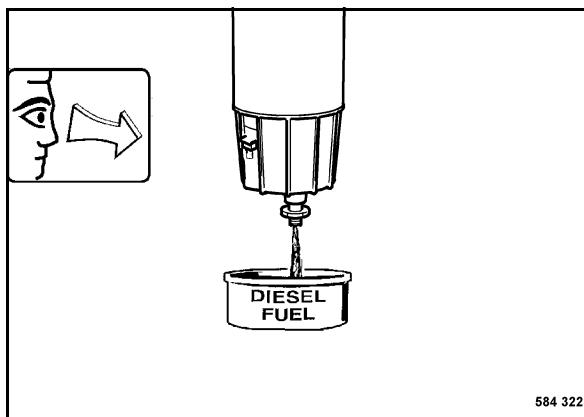

Fig. 199
- Allentare la vite di scarico (Fig. 199) di alcuni giri e raccogliere il carburante / l'acqua che fuoriescono.